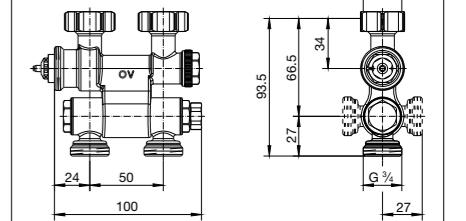

Bild 1 / Illustr. 1 / Fig. 1
- Visser à fond les mamelons auto-étanches joints (Fig. 1) dans les manchons de raccordement du radiateur (couple d'environ 40 Nm).
- Die beiliegenden, selbdichtenden Einschraubstutzen (Bild 1) fest in die Anschlussstutzen des Heizkörpers einschrauben (Drehmoment ca. 40 Nm).